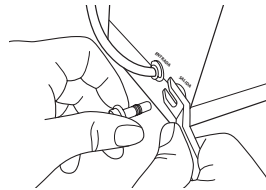

Figura 12.
- b. Retira el tapón jalando el mismo hacia ti, manteniendo fuertemente presionado el collar del conector rápido (ver Figura 12).